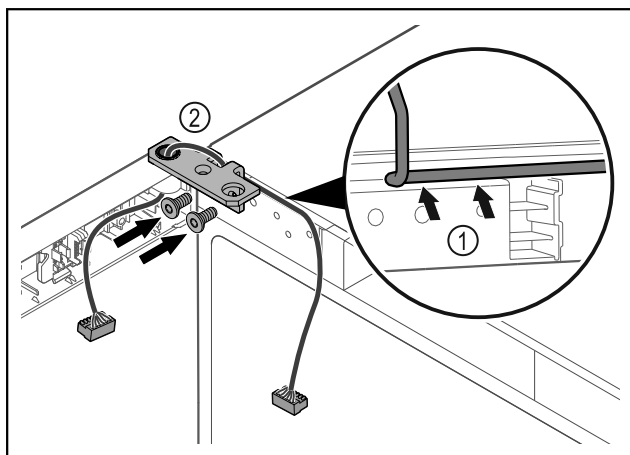

Fig. 39
- ▶ Sæt kablet gennem hængselvinklens udsparring, og træk det forsigtigt Fig. 39 (1).
- ▶ Skru hængselvinklen Fig. 39 (2) på.